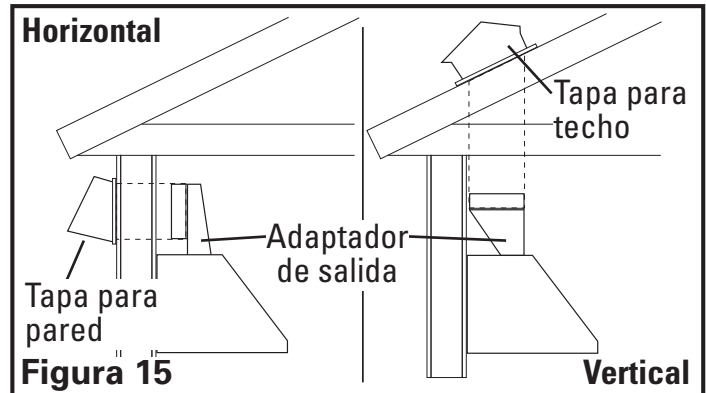

Figura 15
- Determine el tipo de conducto que va a requerir (**Figura 15**).
NOTA: Cuando el acabado de la tubería sea similar al que se muestra en la figura 15 (pasando a través de la pared sobre la cual está montada la campana) la instalación requiere consideración especial. Dependiendo de dónde se ubiquen los montantes de la pared, puede ser necesario cortar uno o más de los montantes de la pared e instalar un cabecero y un pie para transferir la carga a los montantes adyacentes. Se puede necesitar la instalación de montantes adicionales en la abertura para adosar el panel de yeso o asegurar la campana. Si ésta es su situación, Air King le recomienda contratar a un profesional y cumplir con todos los códigos aplicables.